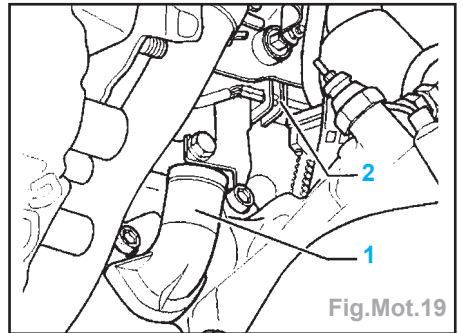

Fig.Mot.19
- Desserrer les vis de fixation (1) du pignon de pompe d'injection.
- Débrancher le flexible d'aération du carter-moteur de la tubulure de raccord (1) (Fig.Mot.19).